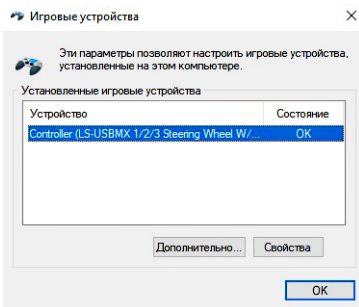

Рис. 8
- Зайдите в меню «панель управления», далее щелкните по значку «устройства и принтеры», в открывшемся окне выберите ярлык «LS-USBMX 1/2/3 Steering Wheel W/Vibration», правой кнопкой мыши выберите «Параметры игровые устройства управления» (см. Рис. 8).